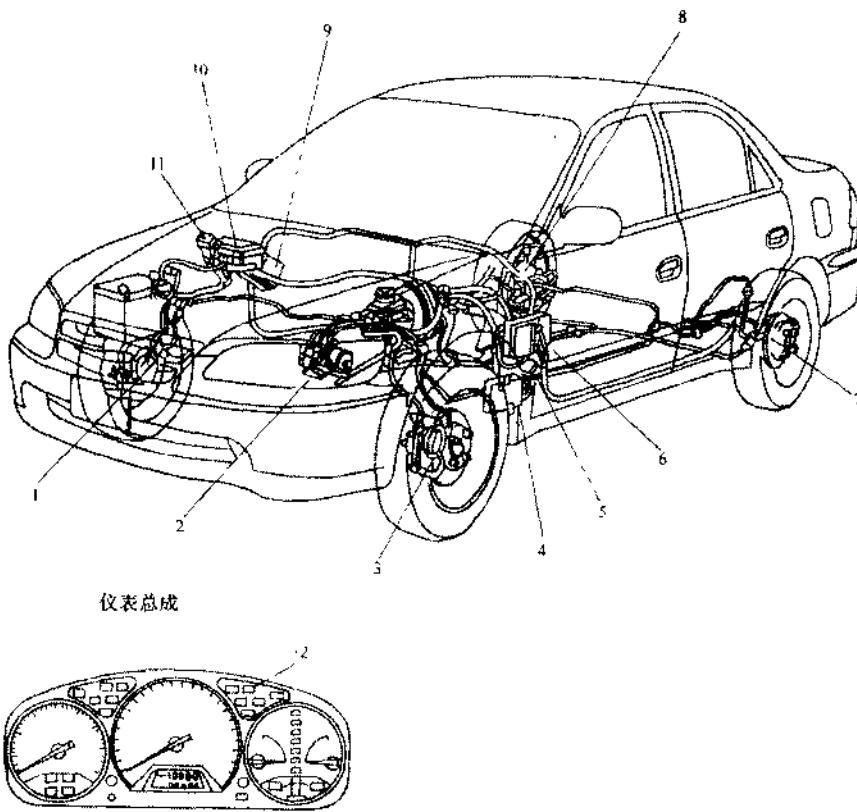

图 7.17 广州本田雅阁轿车 ABS 的安装位置
(2) 广州本田雅阁轿车 ABS 在车上安装位置如图 7.17 所示。